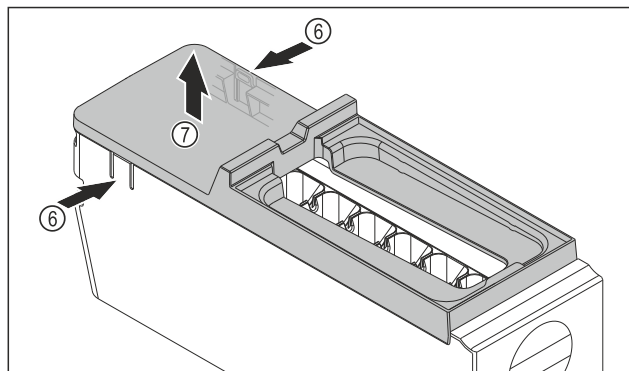

Fig. 184
- ▶ Snemite pokrov glavnega dela EasyTwist-Ice: Spone Fig. 184 (6) na obeh straneh glavnega dela EasyTwist-Ice pritisnite z eno roko.
- ▶ Pokrov Fig. 184 (7) z drugo roko dvignite in odstranite.